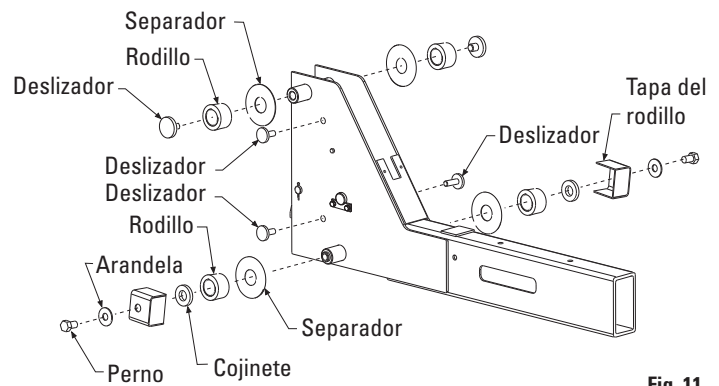

Fig. 11
7. Ensamblaje del rodillo del yugo frontal: Ensamble los rodillos del yugo y los cojinetes para los yugos delanteros, Fig. 11.